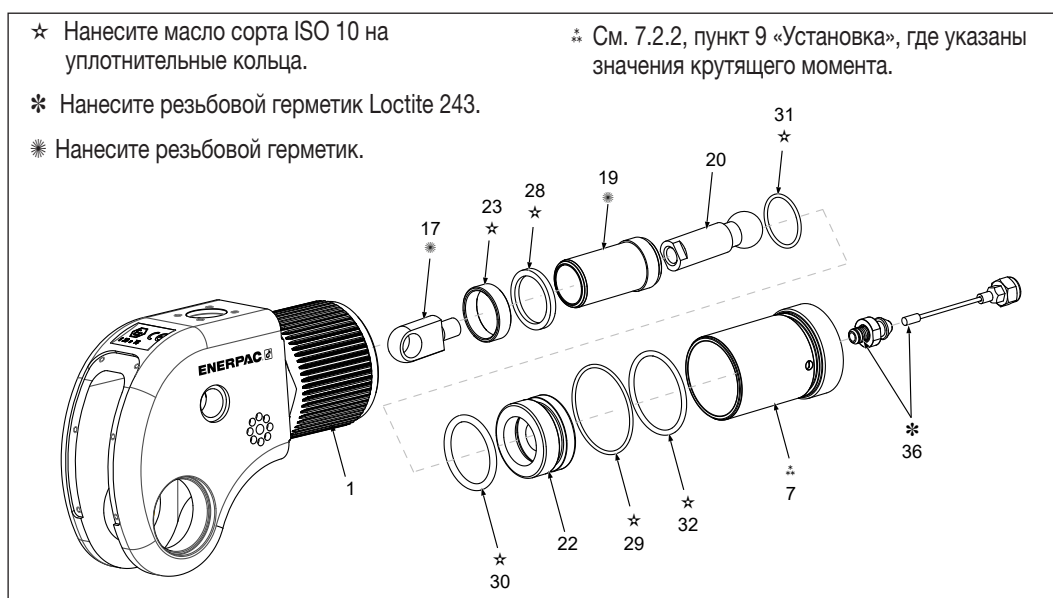
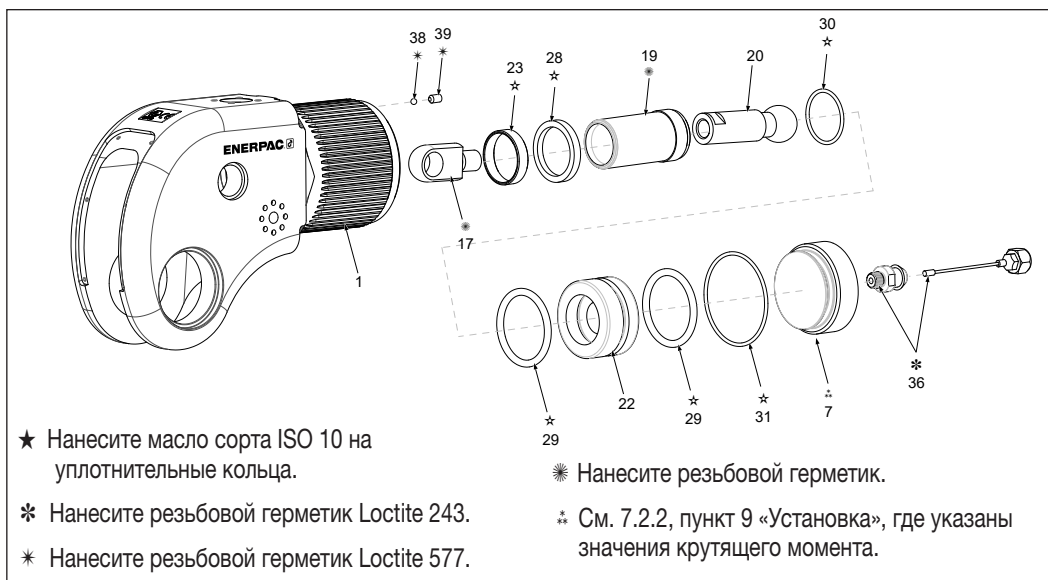

Рисунок 13: Трехмерное представление цилиндров DSX1500, DSX3000, DSX5000
Рисунок 14: Трехмерное представление цилиндров DSX11000, DSX25000
3. Установите стопорное кольцо (A).
7.2.2 Цилиндр в сборе (рис. 13/ рис. 14)
1. Чтобы отделить упор от корпуса гайковерта (1) вывинтите и снимите съемный тросик, сначала отвинтив гайку, а затем остальную часть узла (36).
3. Крепко держите корпус гайковерта (1). С помощью соответствующего штифтового ключа вывинтите и снимите фиксирующий стакан цилиндра (7), а затем цилиндр в сборе. Снимите уплотнительное кольцо (32) с фиксирующего стакана цилиндра.
4. Только DSX11000/ DSX25000 — извлеките из корпуса гайковерта винт без головки (39) и шариковую опору (38) для контроля состояния и очистки. Сборка выполняется после нанесения герметика Loctite 577. Перед испытаниями герметик Loctite должен полностью затвердеть.
5. Снимите уплотнение с головки поршня (22) отделив проушину штока (17) от штока поршня (20), отделив головку поршня (22) от поршня (19) снимите внутреннее уплотнительное кольцо с головки поршня.
6. Снимите уплотнение штока поршня (28) и втулку цилиндра (23), если они все еще находятся в корпусе гайковерта.
• Сборка и установка (рис. 13/ рис. 14)